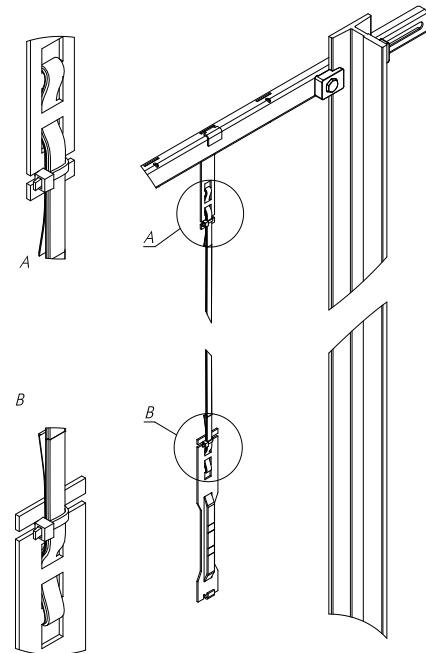

FIG 4
- D Der Bandhalter muss bei diesem Schritt im Querträger sein. Fädeln Sie nun das Band in den Bandhalter wie im Bild gezeigt. Achten Sie auf die Orientierung des Bandes. Die Magnetseite muss später zum Sensorkörper zeigen. Das Prinzip funktioniert wie ein selbsthemmender Gürtel. Lassen Sie mindestens 20 cm Band überstehen und drücken Sie das Band im Bandhalter flach. Ein Knick im oberen Bogen ist gewünscht. Sichern Sie zum Schluss das Band mit einem Kabelbinder am unteren Ende des Bandhalters (siehe FIG4).
- E This step must be done with the clamp inside the crossbeam. Thread the tape through the clamp and back down, as shown. Mind the orientation of the tape – the magnet side must face the sensor body later on. Basically, the fixture works like a self-locking belt. Leave at least 20 cm tape at the spare end. Press the loops flat in the clamp. There should be a break in the upper loop. In the end, secure the tape with a cable tie at the bottom of the clamp (see FIG 4).
- F Cette étape doit être effectuée avec l'attache insérée dans la traverse. Glissez la bande dans l'attache puis repassez. Attention au sens de la bande - la face magnétique doit être située du côté du corps du capteur. Le principe est un auto serrage de la bande. Laissez au moins 20 cm de bande dépasser l'extrémité de l'attache. Tirez alors sur la bande pour replier la boucle et sécurisez la en installant un serre câble (voir FIG 4).
- D Nach dem Verlegen des Bandes im Aufzugschacht, bringen Sie den Bandhalter für Positionsschalter am unteren Ende des Bandes an. Lassen sie mindestens 20 cm Band überstehen und drücken Sie das Band im Bandhalter flach. Ein Knick im unteren Bogen ist gewünscht. Sichern Sie zum Schluss das Band mit einem Kabelbinder am oberen Ende des Bandhalters (siehe FIG 4).
- E After the tape has been installed in the shaft, fix the tape fixture for the position switch to the lower end of the tape. Leave at least 20 cm at the spare end and press the loop flat in the clamp. There should be a break in the lower loop. The end, secure the tape with a cable tie at the top of the clamp (see FIG 4).
- F Une fois la bande installée dans la cage d'ascenseur, installez à l'extrémité basse de la bande l'attache pour interrupteur. Laissez au moins 20 cm de bande dépasser l'extrémité de l'attache. Tirez alors la bande pour replier la boucle et sécurisez la en installant un serre câble (voir FIG 4).